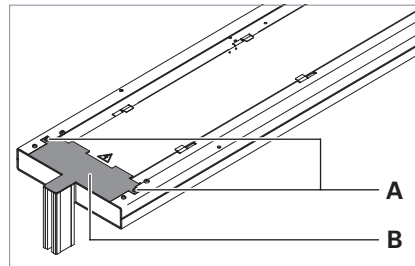

Fig. 1: Retirer le recouvrement.
- ▶ Retirez les vis **A** du recouvrement **B**, voir Fig. 1.